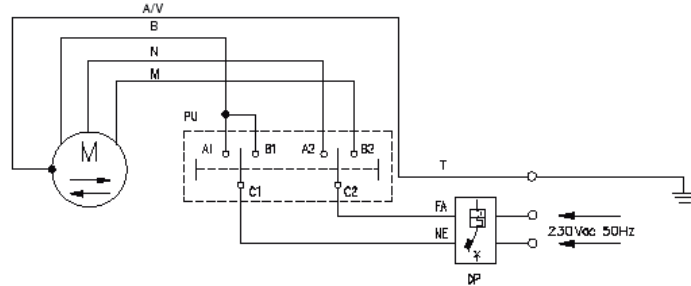

FIG. 7
- Antes de enganchar la tela o persiana al rodillo (fig. 6) realizar la conexión eléctrica como se muestra en la fig. 7.
- Presionar el pulsador de subida y bajada (PU) para comprobar la correcta rotación del rodillo en la subida y bajada de la tela o persiana (en caso de hacerlo al revés, invertir, los cables negro y marrón) (ver fig.7)